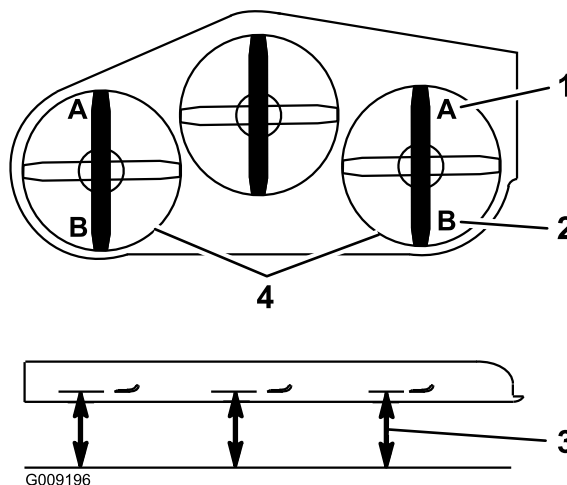

Figura 98
9. Su ambo i lati del piatto di taglio, misurate dalla superficie piana all'estremità anteriore della lama (posizione A), come illustrato nella Figura 98.
16. Su ambo i lati del piatto di taglio, misurate dalla superficie piana all'estremità posteriore della lama (posizione B), come illustrato nella Figura 98.